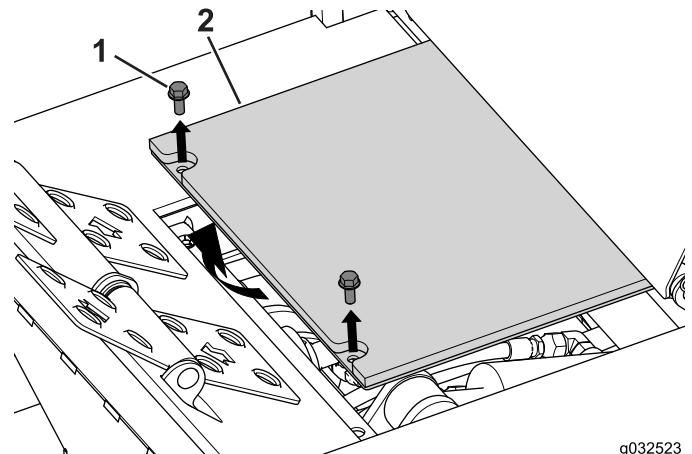

**Bild 76**
2. Heben Sie die Hinterräder mit einem Wagenheber an und stützen den Rahmen dann mit Achsständern ab (Bild 76).